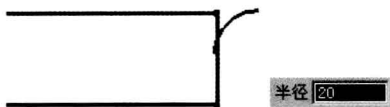
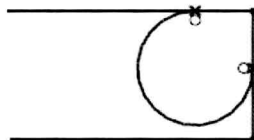

图 2.8.14 “创建备选圆角”的选择（一）
图 2.8.15 “创建备选圆角”的选择（二）
- 如果选中“创建备选圆角”按钮，则可以生成每一种可能的圆角（或按 Page Down 键选择所需的圆角），如图 2.8.14 和图 2.8.15 所示。